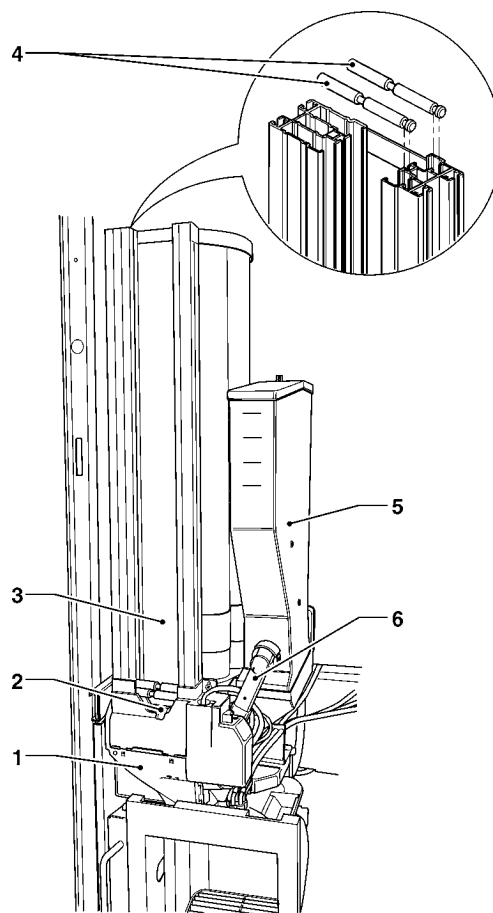

Fig. 9
Il contenitore dello zucchero può essere alloggiato, a seconda dei modelli sulla mensola bicchieri (vedi fig. 9) o con gli altri contenitori polveri.
- togliere, sfilandoli dall'alto, i pesi per palette esterno e interno (vedi fig. 9);